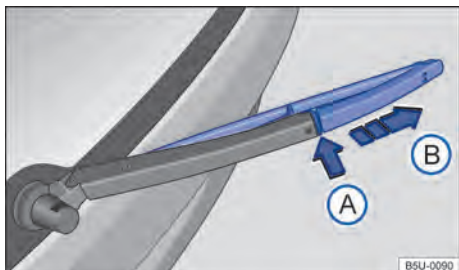

Fig. 184 Sustituir la escobilla del limpiaviento.
- Mantener presionada la tecla de desbloqueo → fig. 184 ❶.
- Retirar la escobilla del limpiaviento en el sentido de la flecha ❷.